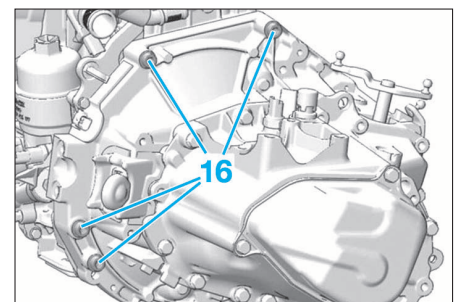

FIG. 6
- les vis (14).
- Déposer les vis de fixation (16) de la boîte (Fig.6).